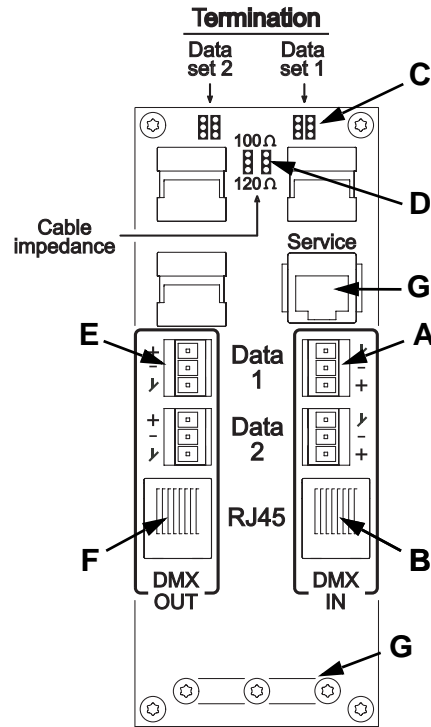

Bild 11: DMX Anschluss
Siehe Bild 11. Schließen Sie die Adern entweder an die Schraubklemmen **Data 1 DMX IN (A)** wie folgt an: